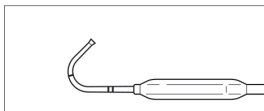

Figura 9. Flexión maxilar
- **Senos maxilares:** Para tratar los orificios del seno maxilar/celdilla etmoidal, se recomienda utilizar una flexión de aproximadamente 120-135° (figura 9) para acceder al orificio del seno maxilar natural. Utilice la herramienta de flexión incluida para conseguir esta forma geométrica.